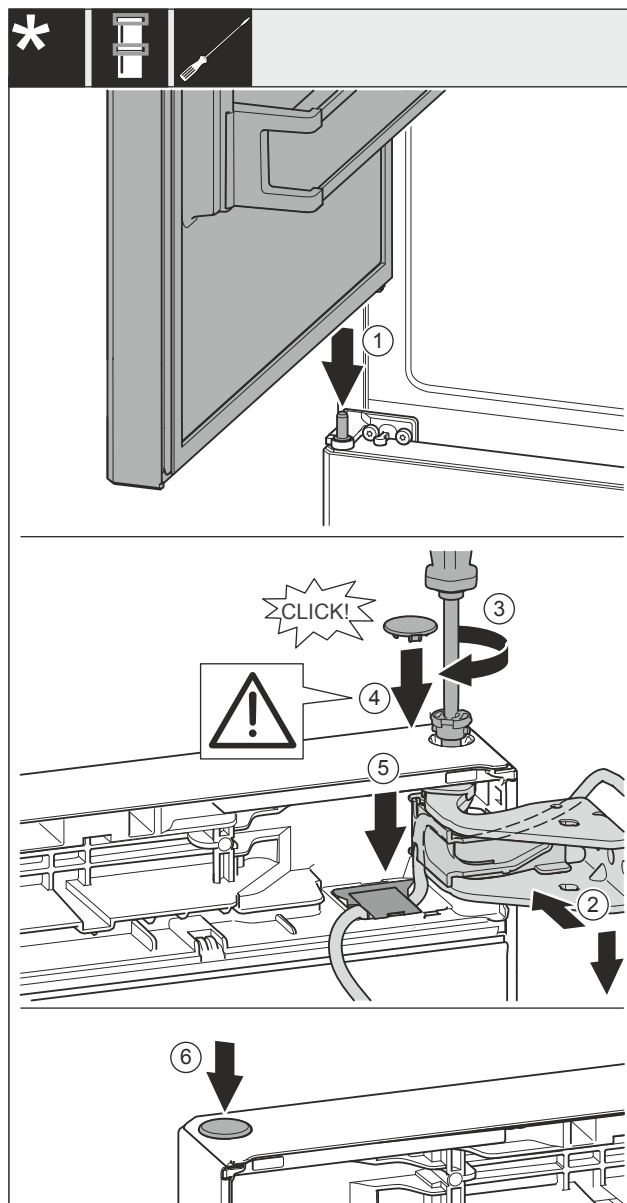

Fig. 55
- Bovenste deur op het middelste lagerboks Fig. 55 (1) plaatsen.
- Deur boven naar de opening in het lagerboks Fig. 55 (2) uitlijnen.
- Bouten Fig. 55 (3) insteken en met een schroevendraaier vastschroeven.
- Afdekking Fig. 55 (4) plaatsen.
- Controleer of de afdekking Fig. 55 (4) tegen de deur ligt.
- Afdekking Fig. 55 (5) plaatsen en naar onderen drukken tot deze vergrendeld.
- Afdekking Fig. 55 (6) plaatsen.